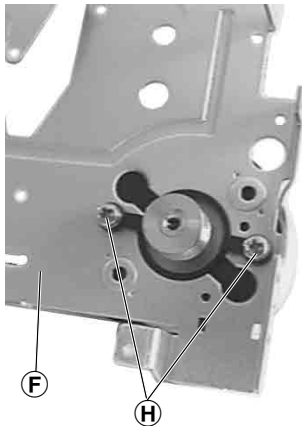
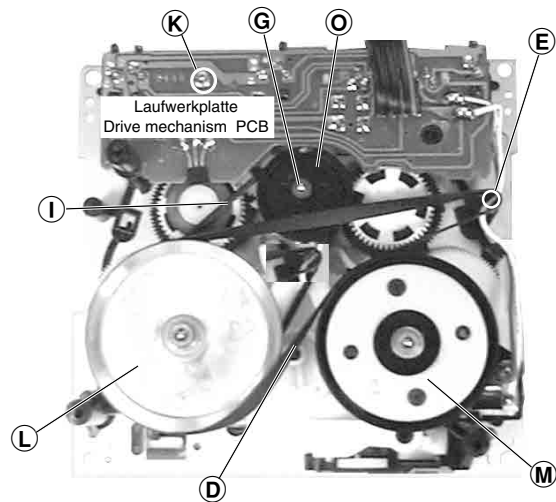

Fig. 22
Fig. 23
- Laufwerkabdeckung **F** (Fig. 22) mit Motor abnehmen, achten Sie dabei auf die Scheibe **G** (Fig. 23).
- 2 Schrauben **H** herausdrehen (Fig. 22), Motor herausnehmen und ablöten.
- Schraube **K** herausdrehen (Fig. 23).
- Riemen **D** und **I** abnehmen (Fig. 23).
- Remove the cover **F** (Fig. 22) from the drive mechanism with the motor, take care of the washer **G** (Fig. 23).
- Undo 2 screws **H** (Fig. 22), take the motor out and unsolder it.
- Undo screw **K** (Fig. 23).
- Remove the belts **D** and **I** (Fig. 23).
- Scheibe ⑥ und Riemenscheibe ⑦ abziehen (Fig. 23).
- Pull off the washer ⑥ and the pulley ⑦ (Fig. 23).